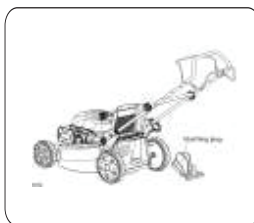

Рис. 6
**СБОРКА НАСАДКИ ДЛЯ МУЛЬЧИРОВАНИЯ (Рис. 6).**